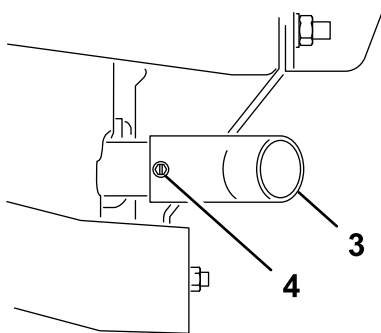

図 6
2. テールパイプの出口端部からマフラーに向かってパイプ外側に沿って 図 6 19 mm を測り、その位置にマーキングする。
3. 延長部の一端部ドリル穴の付いている方をマフラーのテールパイプに差し込み、ステップ2でつけたマークに端部を合わせる。延長部を回転させて、ついているドリル穴が外側を向いて水平位置にくるようにする 図 6。
8. タップねじ#8 x 1/2 インチを使って延長部を固定する 図 6。